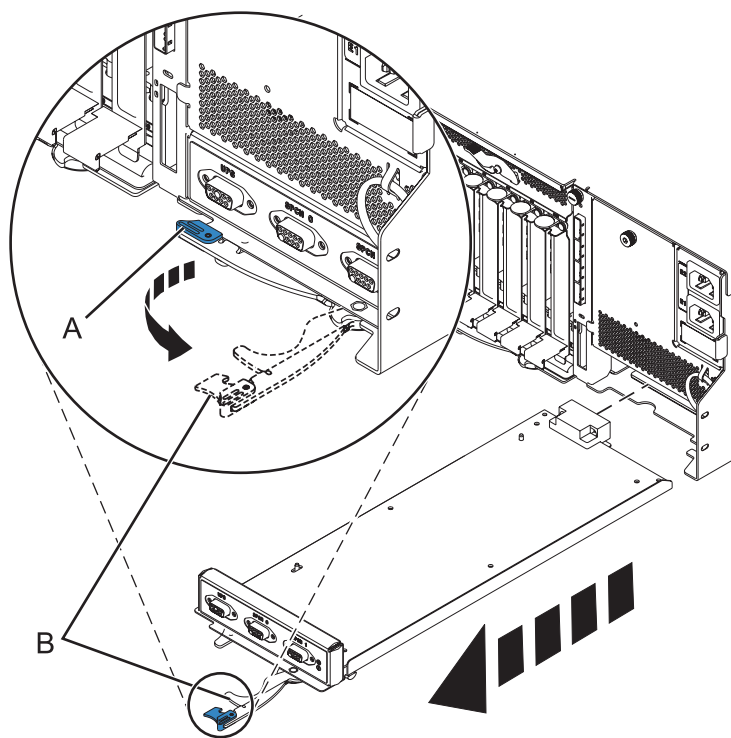

Figura 85. Extracción del controlador de gestión de alojamientos
- b. Apriete con ambos dedos el mecanismo de cierre (A) para desbloquear el asa (B). Consulte Figura 85 en la página 127.